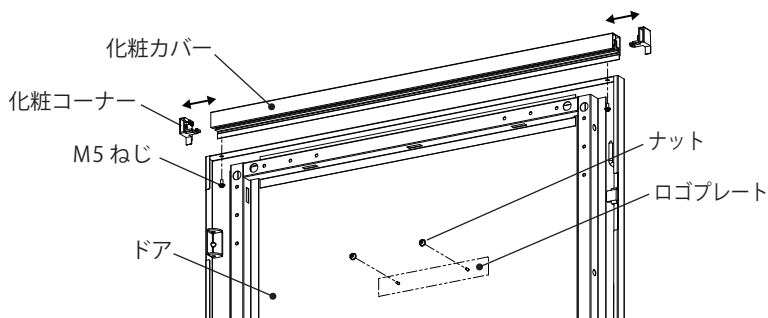

図 3
1. ドア裏面上部の M5 ねじ(2 か所)を取り外し、化粧カバー・化粧コーナーを取り外してください。(図 3)
2. ドア裏面のナット(2か所)を取り外し、ロゴプレートを取り外してください。(前面側のドアのみ) (図 3)